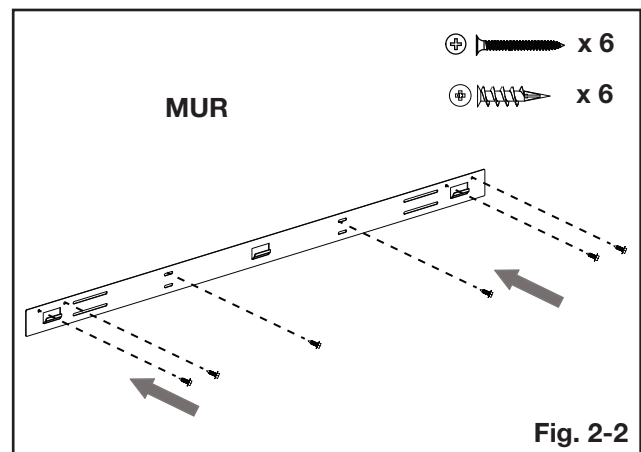

Fig. 2-2
4. Marquez l'emplacement, puis montez le support sur le mur à l'aide des vis (fournies). Ce support DOIT avoir les crochets orientés vers le haut et il DOIT être de niveau (**Fig. 2-2**).